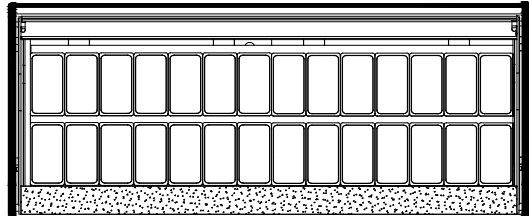

Abb.3 Anordnung der VGN-Behälter in „Aruba“
2. Die VGN-Behälter nach Abb.2 (S.22) oder Abb.3 (S.22) anordnen